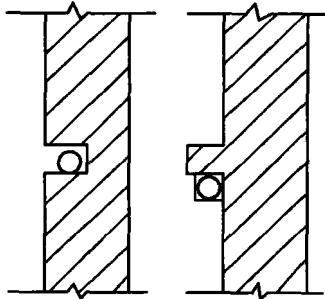

图1-3 暖气包槽
**暖气包槽:**为安全起见而为暖气管设置的凹在建筑物墙壁内的沟槽,也有用凸出墙壁的构筑物以遮掩暖气管达到安全的目的,如图1-3所示。